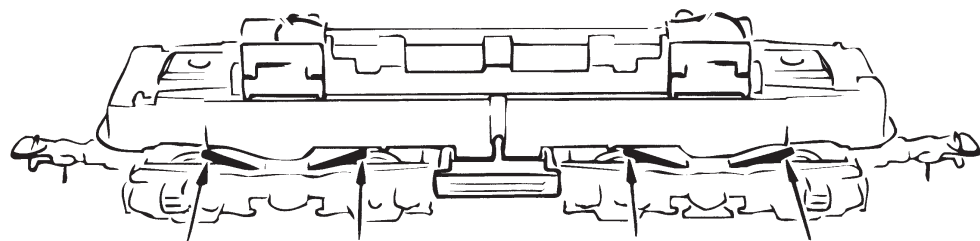
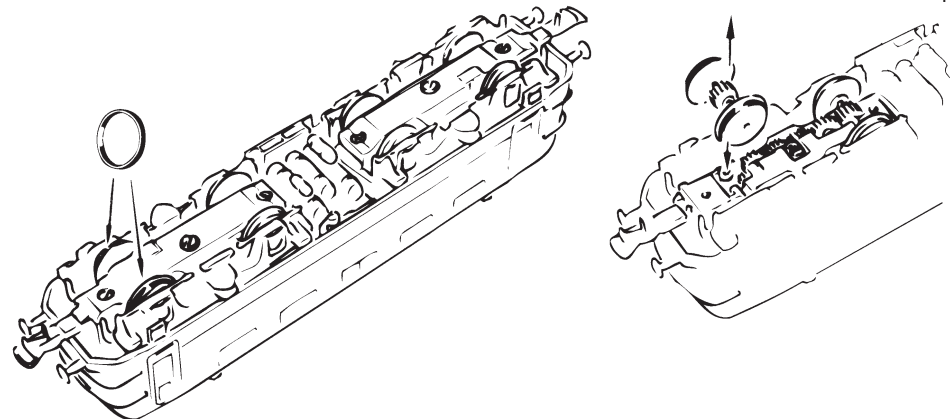
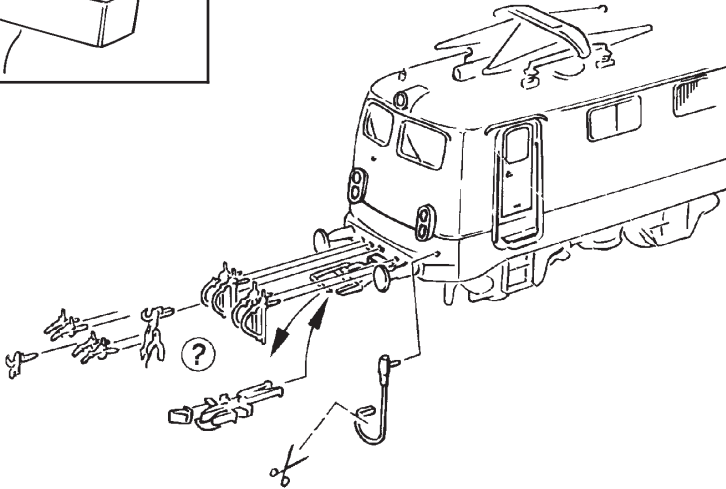
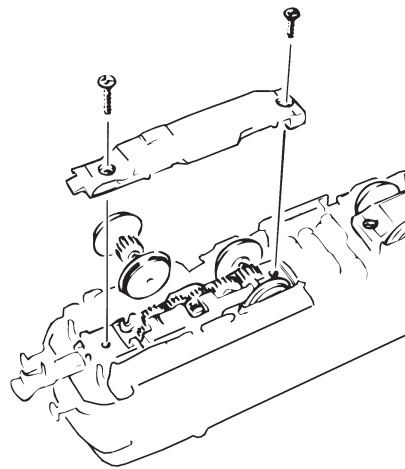

Fig. 7
Fig. 9
Fig. 3
Fig. 5
2. Schmierung: Versehen Sie die im Schmierplan in Fig. 7 gekennzeichneten Stellen mit nur **kleinen Öltropfen**. Dazu zuerst das Lokgehäuse abnehmen (Fig. 3). Wir empfehlen den **ROCO Öler Art.-Nr. 10906**. Fürs Schmieren der Getriebeteile (Zahnräder, Schnecke) empfehlen wir das **ROCO-Spezialfett Art.-Nr. 10905**. Im Falle der Schmierung diese Teile **nicht ölen**.
Mehrzugbetrieb: Zuerst Lokgehäuse abnehmen (Fig. 3). Danach den Brückenstecker aus der Schnittstelle entfernen (diesen sorgsam aufbewahren). Danach den Stecker des Decoders lage-richtig einsetzen (Fig. 5).
4. Kohlebürstenwechsel: Lokgehäuse abnehmen (Fig. 3). Danach wird der Motor ausgebaut und die Kohlebürsten ausgewechselt (Fig. 9).
Running in digital mode: Remove the jumper from the interface. Finally put the plug of the decoder into the interface as shown in fig. 5.
2. Lubrication: Apply **tiny oil drops** to spots marked in fig. 7. Prior to lubrication dismantle locomotive (fig. 3). We recommend using item no. **10906, Roco oiler**. For lubrication the gearparts (e.g. cogwheels, worm) we would recommend our Roco **special grease** (item no. **10905**).
4. Carbon Brush Changing: First remove loco body (fig. 3), and then the motor (fig. 9).
2. Graissage: N'appliquez **qu'une tout petite goutte** aux endroits indiqués par le plan de graissage (fig. 7) après avoir démonté la caisse de la locomotive (fig. 3). Nous vous recommandons le **graisseur à huile Roco réf. 10906**. Pour graisser les engrenages (roues dentées, vis sans fin) nous vous conseillons la **graisse spéciale Roco réf. 10905** pour engrenages en matières synthétiques. Lorsque vous utilisez cette graisse il faut éviter d'huiler ces composants.
Exploitation en télécommande multi-trains: Enlevez la fiche de shuntage de l'interface (à conserver!) et enfichez finalement la fiche de décodeur aux prises de l'interface. Veuillez à la position correcte de la fiche (fig. 5).
4. Remplacement des balais du moteur: Démontez la caisse (fig. 3). Démontez ensuite le moteur et échangez le balais (fig. 9).